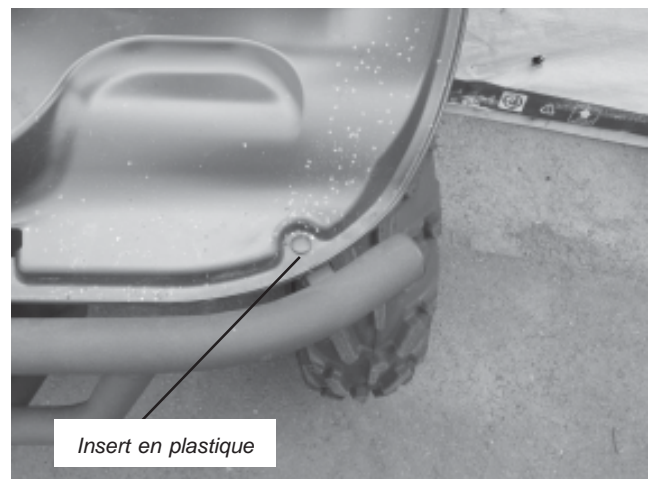

Figure 5
4. Retirer l'insert en plastique du dessus du déflecteur en plastique de chaque côté du pare-chocs, tel qu'illustré à la figure 5. Utiliser un tournevis pour le soulever délicatement car il devra être remis en place plus tard.